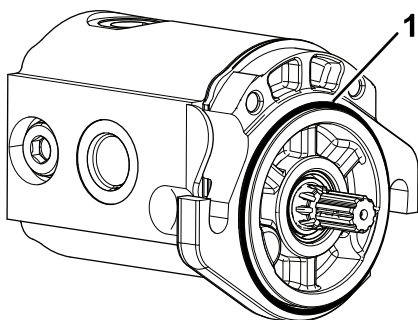

Bild 7
4. Befestigen Sie den O-Ring am Spindelmotor (Bild 7).